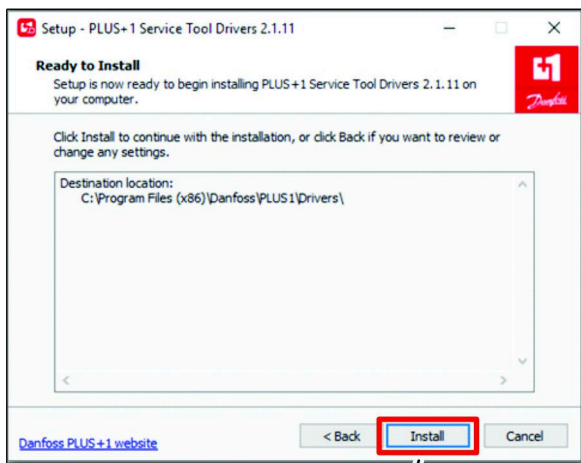

Figura 30
2. Na caixa de diálogo Ready to Install (pronto a instalar), clique em INSTALL (instalar) (Figura 30).